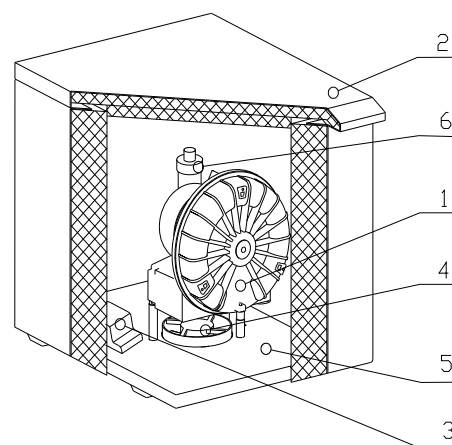

Bild.1
Das Aggregat der Absaugpumpe (1) (Bild 1) erzeugt im pneumatischen Verteilungsnetz einen Unterdruck, wodurch Fremdkörper aus dem Arbeitsfeld des Arztes absaugt und in den Separator der Zahnarztbaugruppe abführt werden. Hinter dem Separator strömt reine Luft über das Absaugaggregat und den Schalldämpfer (6) in den Abluftschlauch, der die Luft in die Umgebung außerhalb des Behandlungsraums abgibt. Das Absaugaggregat wird über das Steuermodul (3) bei Anliegen des Signals von der Baugruppe (24V/0.1A DC/AC) oder durch das Einschalten des Schalters (Model „T“) eingeschaltet. Das Aggregat ist auf der Basisplatte (5) über dem Kühlungsventilator (4) positioniert, welcher eine Zwangszirkulation der Luft im Gehäuse (2) erzeugt. Das Metallgehäuse ist mit einer schalldämpfenden Isolation ausgekleidet, die den Geräuschpegel wirksam reduziert. Weiterhin steht das Gehäuse auf kleinen Füßen, wodurch ein ausreichender Austausch von Kühlungsluft, die durch den Spalt zwischen dem Gehäuse und dem Boden zugeführt wird, gesichert ist. Die Kühlungsluft wird über die Öffnung in der Hinterwand des Gehäuses ausgeblasen.